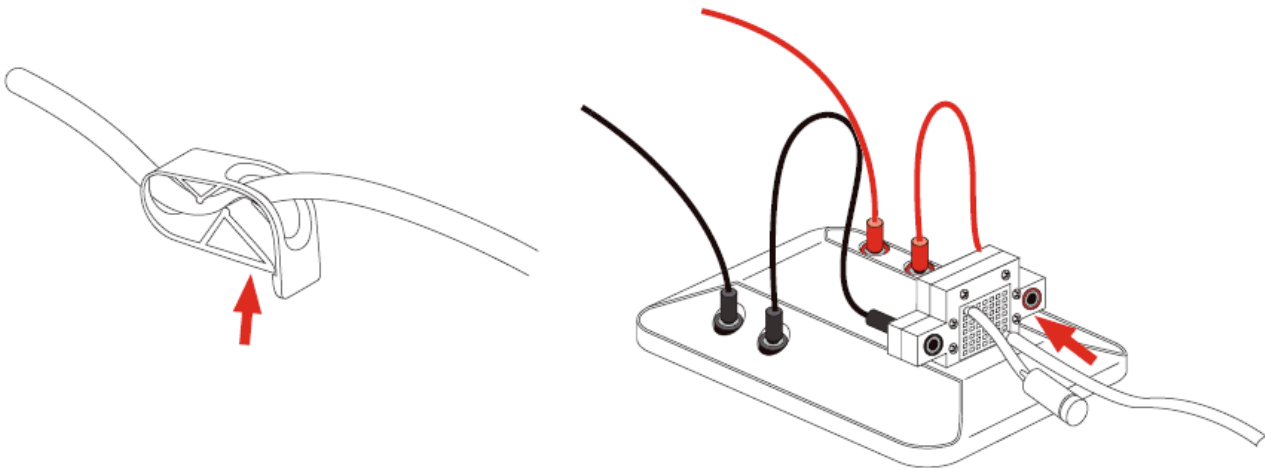

図 2. 燃料電池への水素の供給
② クリンチャーが閉じていることを確認して，電気分解装置の H_2 側の貯蔵タンクに接続されたチューブを取り外し，図 2 に示したように燃料電池の下側のノズルに取り付ける．